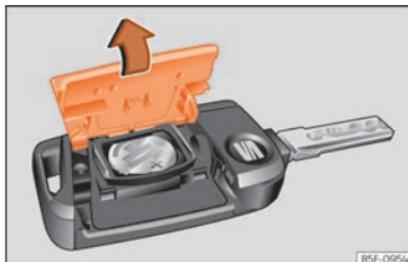

Fig. 119 Chiave del veicolo: aprire il coperchio del vano della batteria.
- Togliere il coperchio della parte posteriore della chiave del veicolo »»» **fig. 119** nella direzione indicata dalla freccia »»» ⓘ.
- Collocare il coperchio come illustrato »»» **fig. 119** e inserirlo nel vano batteria nella direzione contraria a quella indicata dalla freccia.